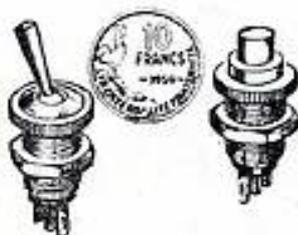

FIG. 35.
S.E.C.M.E. (Sté d'Etudes et de Constructions de Matériel Electrique). — Diffusé par le Comptoir d'Electricité « Franco Belge », le « djet » est le plus petit interrupteur professionnel. La figure 35 en fait foi. Il coupe pourtant 2 A sous 220 V, sa résistance de contact, sous 2 V, n'est que de 0,0046 ohm et la chute de tension constatée, avec intensité passante de 1,5 A, atteint tout juste 0,003 V.